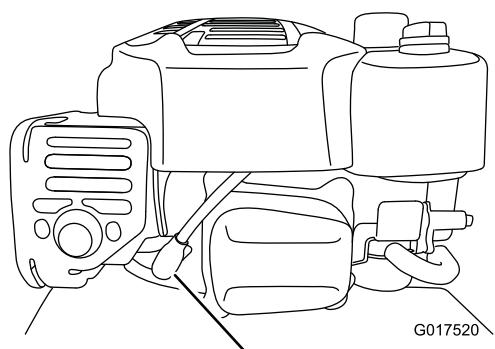

Figure 29
- Débranchez la bougie (Figure 29).